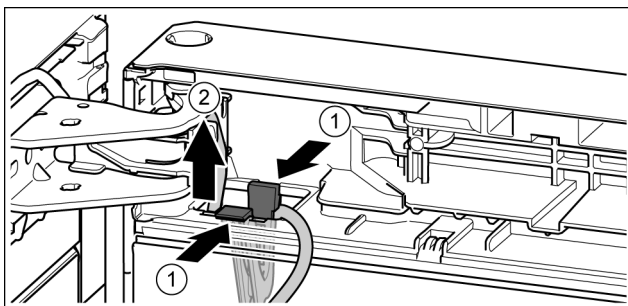

Fig. 20
- ▶ Zatlačte na lamelu. *Fig. 20 (1)*
- ▶ Vytáhněte držák kabelu s kabelem, který je na něm upevněný. *Fig. 20 (2)*